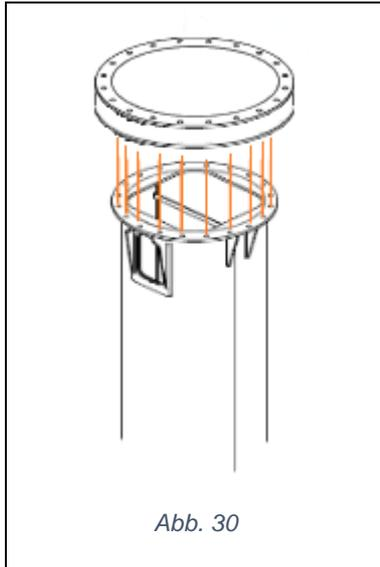

Abb. 30
2. Den Drehkranz anschlagen und auf die obere Säulenplatte legen, so dass die Bohrungen übereinstimmen (Abb. 30).